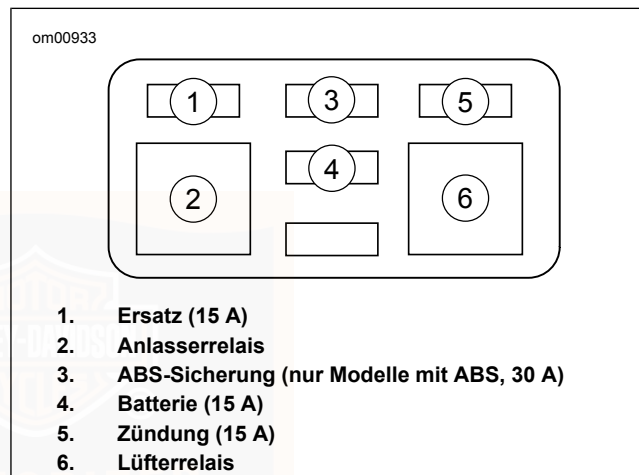

Abbildung 58. Vorderer Sicherungsblock
4. Siehe Abbildung 58. Die fehlerverdächtige Sicherung entfernen und den Schmelzeinsatz überprüfen. Die Sicherung ersetzen, wenn der Schmelzeinsatz durchgebrannt oder abgetrennt ist.